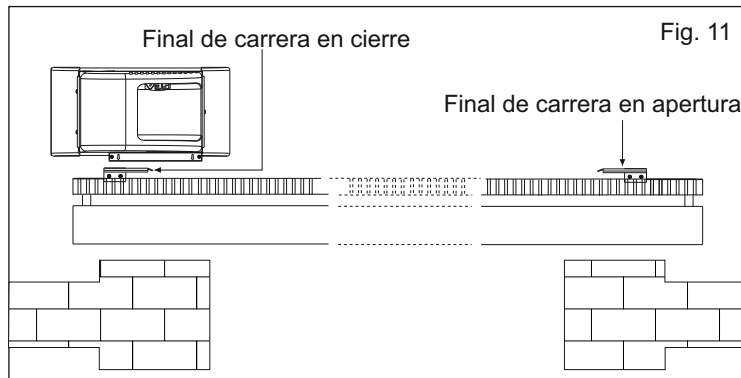

Fig. 11
6.1. Para instalar y regular los finales de carrera en apertura, seguir las instrucciones abajo elencadas (Fig. 11):
6.2. Para instalar y regular los finales de carrera en cierre, seguir las instrucciones abajo descritas (Fig. 11):